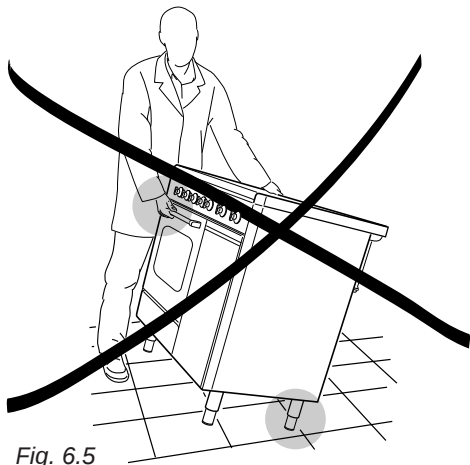

Fig. 6.5
**ATTENZIONE:** Non utilizzare la maniglia del forno per movimentare la cucina (fig. 6.5).